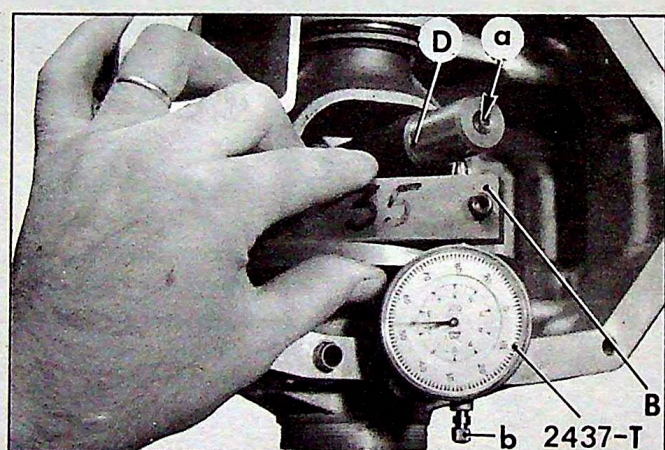

Figure 2
- e) Déterminer l'épaisseur de la rondelle de réglage à placer dans le demi-carter gauche (voir figure 2) :